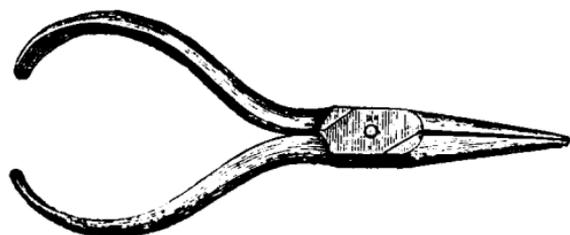

Рис. 77. Круглогубцы.
*Крулогубцы* (рис. 77) употребляются при работахъ изъ проволоки и служатъ для изгибанія проволоки, когда ее нужно согнуть кольцомъ, въ видѣ петли и такъ далѣе.